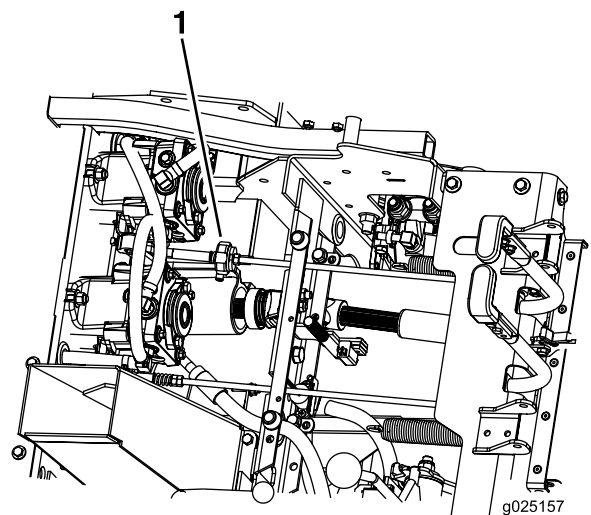

Figura 52
7. Compruebe que la máquina no se desplaza en punto muerto con el freno de estacionamiento quitado (Figura 52).